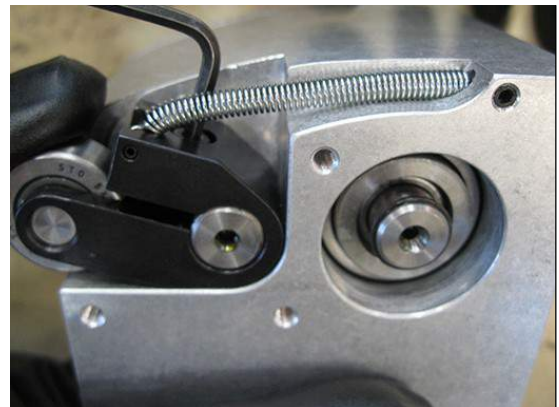

ABBILDUNG 5-2. SCHRAUBE NOCKENARMKLEMME
1. Die Klemmschraube am Nockenarm mit einem 3 mm Inbusschlüssel lösen, siehe Abbildung 5-2..